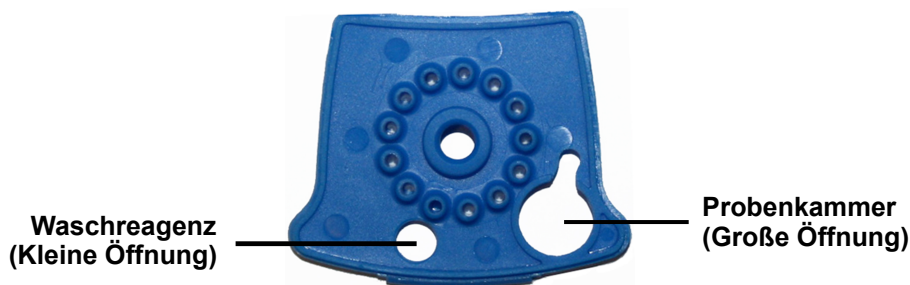

Abbildung 1. Xpert BCR-ABL Ultra-Kartusche (Draufsicht)
3. Die Kartusche durch Anheben des Kartuschendeckels öffnen und die Ampulle mit Waschreagenz (1) vollständig in die Waschreagenzkammer (mit der kleinen Öffnung) transferieren. Siehe Abbildung 1.
4. Die vorbereitete Probe vollständig in die Probenkammer (große Öffnung) pipettieren. Siehe Abbildung 1.